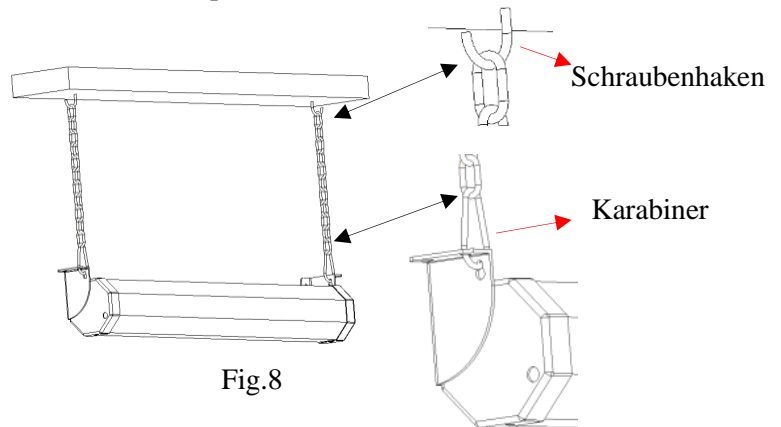

Fig.8
2. Dübel einsetzen und die Schraubenhaken festziehen (Siehe Fig. 8).
3. Die Kette einhängen und mit der Leinwand über die Karabiner verbinden (Fig. 8).